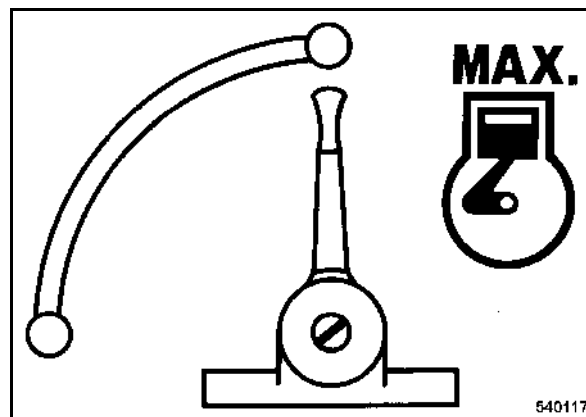

fig. 12
- Positionner le levier de réglage du régime (fig. 12) sur "MAX".